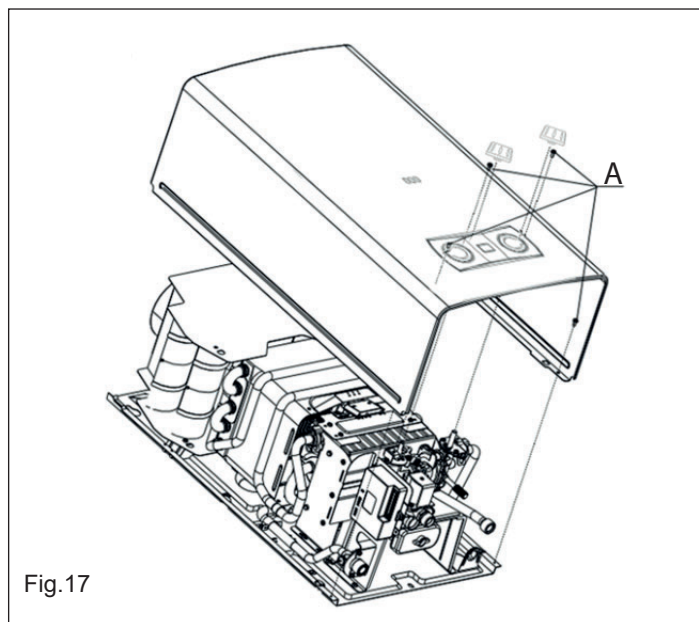

Fig.17
- rimuovere le manopole del pannello di comando (fig. 17),
- svitare le 4 viti di fissaggio (A),
4. Svitare le 4 viti che si trovano lateralmente sulla staffa che regge il bruciatore (D).
7. Effettuare la sostituzione lentamente, assicurandosi di non danneggiare nessuna delle guarnizioni di tenuta e di posizionarle correttamente. Si consiglia di sostituirle con guarnizioni nuove (E).
Rimuovere il mantello (fig. 17) per accedere al regolatore di pressione